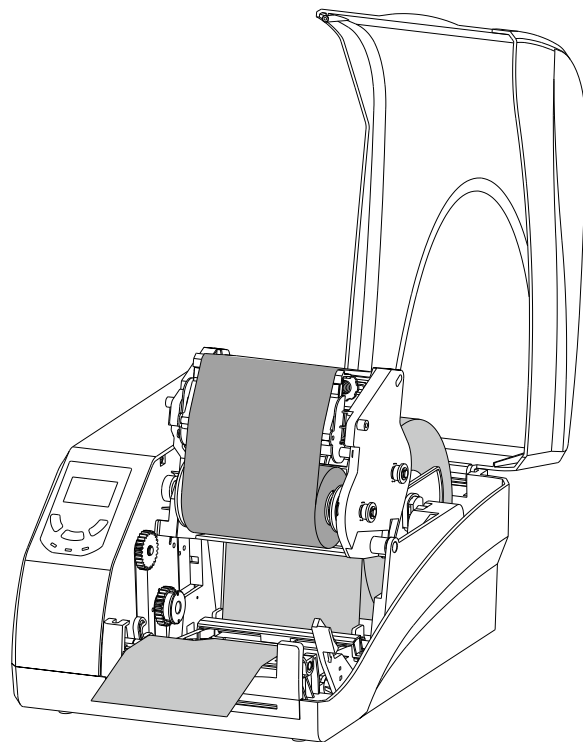

图 2-17
- 调整好纸张探测器后，拉出标签纸，使其从打印胶辊上面通过，并按刻度尺居中定位，如图 2-17 所示。